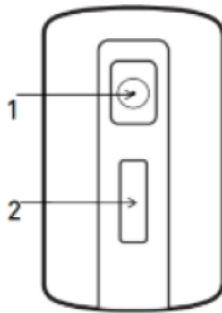

Abbildung 1 - Taste und Display
Auf der Vorderseite des Gerätes befinden sich die Taste (1) zum Ein- und Ausschalten und zum Start der Aufzeichnung sowie ein Display (2) für die Anzeige von Betriebsarten und Fehlercodes. Die Taste ist mit dem Symbol  gekennzeichnet (Abbildung 1).